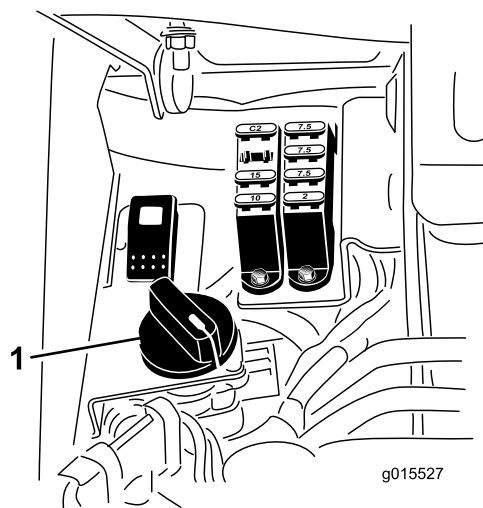

Figura 60
6. Girate il comando di velocità dei cilindri in posizione 1 Figura 60.